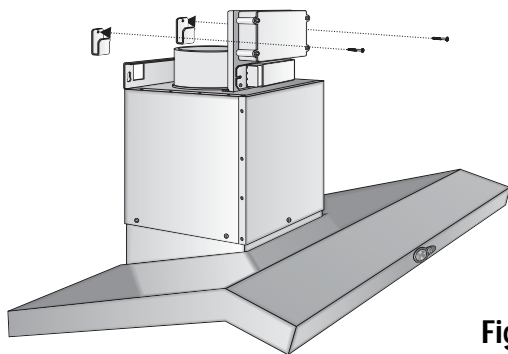

Fig. 4
- Die 2 Aufhängelaschen der Haube an der Wand befestigen. (Abb. 4)
- Fix the 2 hood hooks to the wall (Fig. 4)
- Fixer les 2 crochets hotte à la paroi. (Fig. 4)
- Fissare alla parete i 2 agganci cappa. (Fig. 4)
- Monter de 2 fastgøringsbeslag til emhætten på væggen. (Fig. 4)
- Bevestig aan de wand de 2 haken van de kap. (Fig. 4)